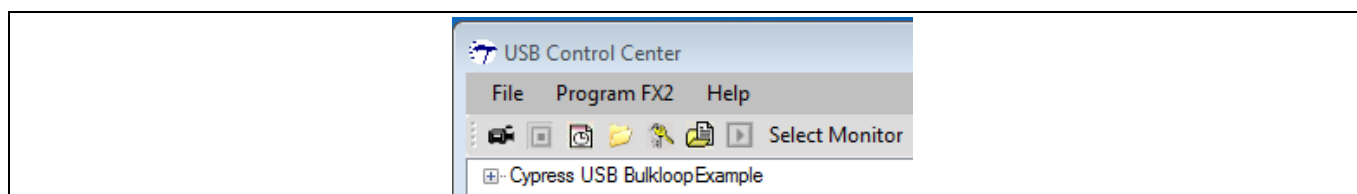

Figure 15 FX2LP 基板が再表示
2. これで、FX2LP ファームウェア **bulkloop.hex** (**AN65209\FX2LP Bulkloop Firmware**) を FX2LP DVK にロードする準備ができました。サイプレス デバイスをクリックしてハイライトし、**Program FX2 > RAM** を選択します。**FX2LP Bulkloop Firmware** フォルダを開き、**bulkloop.hex** ファイルを選択します。コードをロードした後、FX2LP 開発キットはそれ自体を USB から切り離して、ロードされたファームウェア **bulkloop.hex** で作成されたデバイスとして再接続します (**Figure 15**)。これで、サイプレス ReNumeration™を実演しました。FX2LP は 1 回目はコード ロードャとして、2 回目はロードされたデバイスとして、2 回エニユメレートしました。